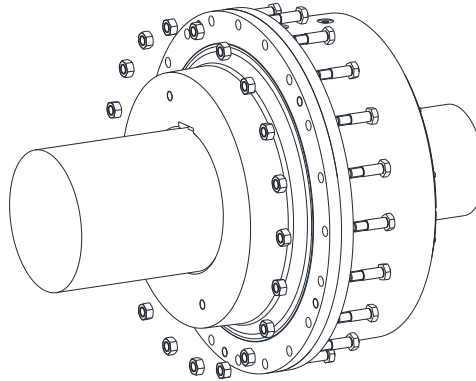

Bild 10
- Verschrauben Sie die Flanschnabe und den Nockenring mithilfe der Sechskant-Passschrauben (Bauteil 7) sowie den Sechskantmuttern (Bauteil 8) (siehe Bild 10).